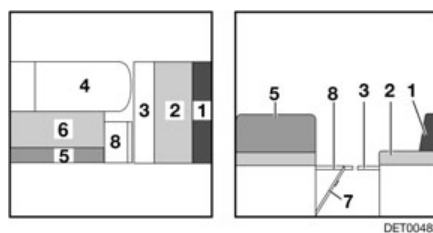

Fig. 133 Pendant la transformation
- Rabattre la rallonge de la banquette (Fig. 133,8) vers le haut et enclencher avec le rabat.
- Faire ressortir la rallonge du coffre de banquette (Fig. 133,3).
- Tirer le coussin d'assise (Fig. 133,2) de la banquette longitudinale vers le centre.
- Placer le coussin de dossier (Fig. 133,1) de la banquette longitudinale entre le coussin d'assise et la cloison.
- Tirer le coussin d'assise (Fig. 133,6) vers l'avant sur la table.
- Enlever le coussin de dossier (Fig. 133,5) et le placer de côté.